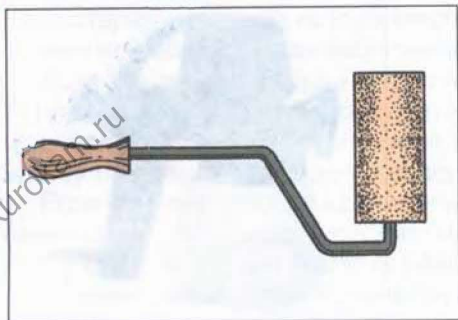

Рис. 167. Валик
**Валики для накатки** (рис. 167). Предназначены для грунтовки и окраски различными красящими составами стен, потолков и др. гладких (нерельефных) поверхностей; в малярных работах валик используется вместо кистей, которые он значительно превосходит по производительности.